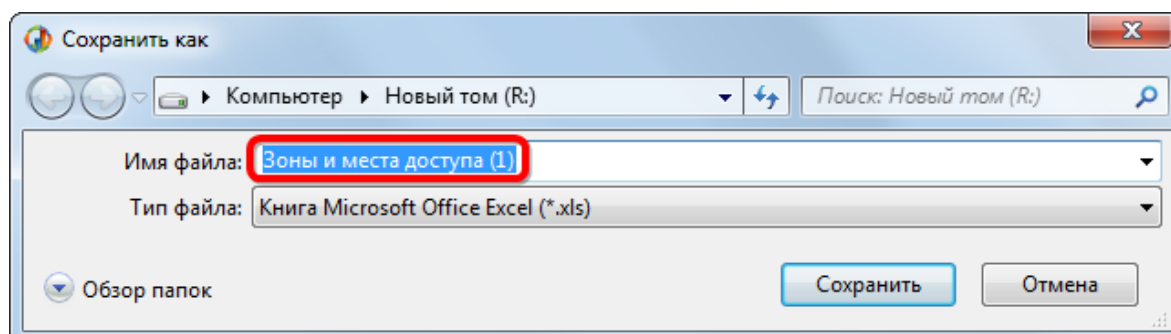

Рис. 12-9 – Стандартное окно «Сохранить как»
- 4) В стандартном окне «Сохранить как» указать путь и имя файла для сохранения (рис. 12-9). По умолчанию предлагается имя файла, совпадающее с именем рабочего окна.